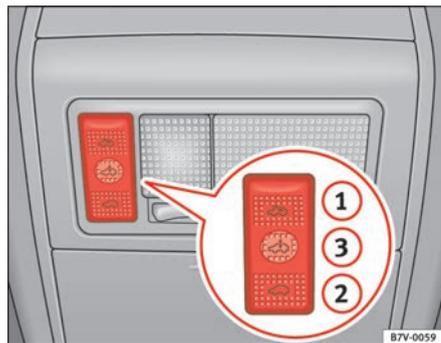

Fig. 66 Guarnecido interior del techo: mando del techo corredizo y deflector
- Pulse la superficie ⇒ fig. 66 ①.
Si se abre el techo corredizo y deflector repetidamente debido a la función antiaprisionamiento, sólo será posible volver a cerrarlo manteniendo pulsada la tecla ⇒ **página 112, fig. 66** **3** hasta que se cierre completa- ▶